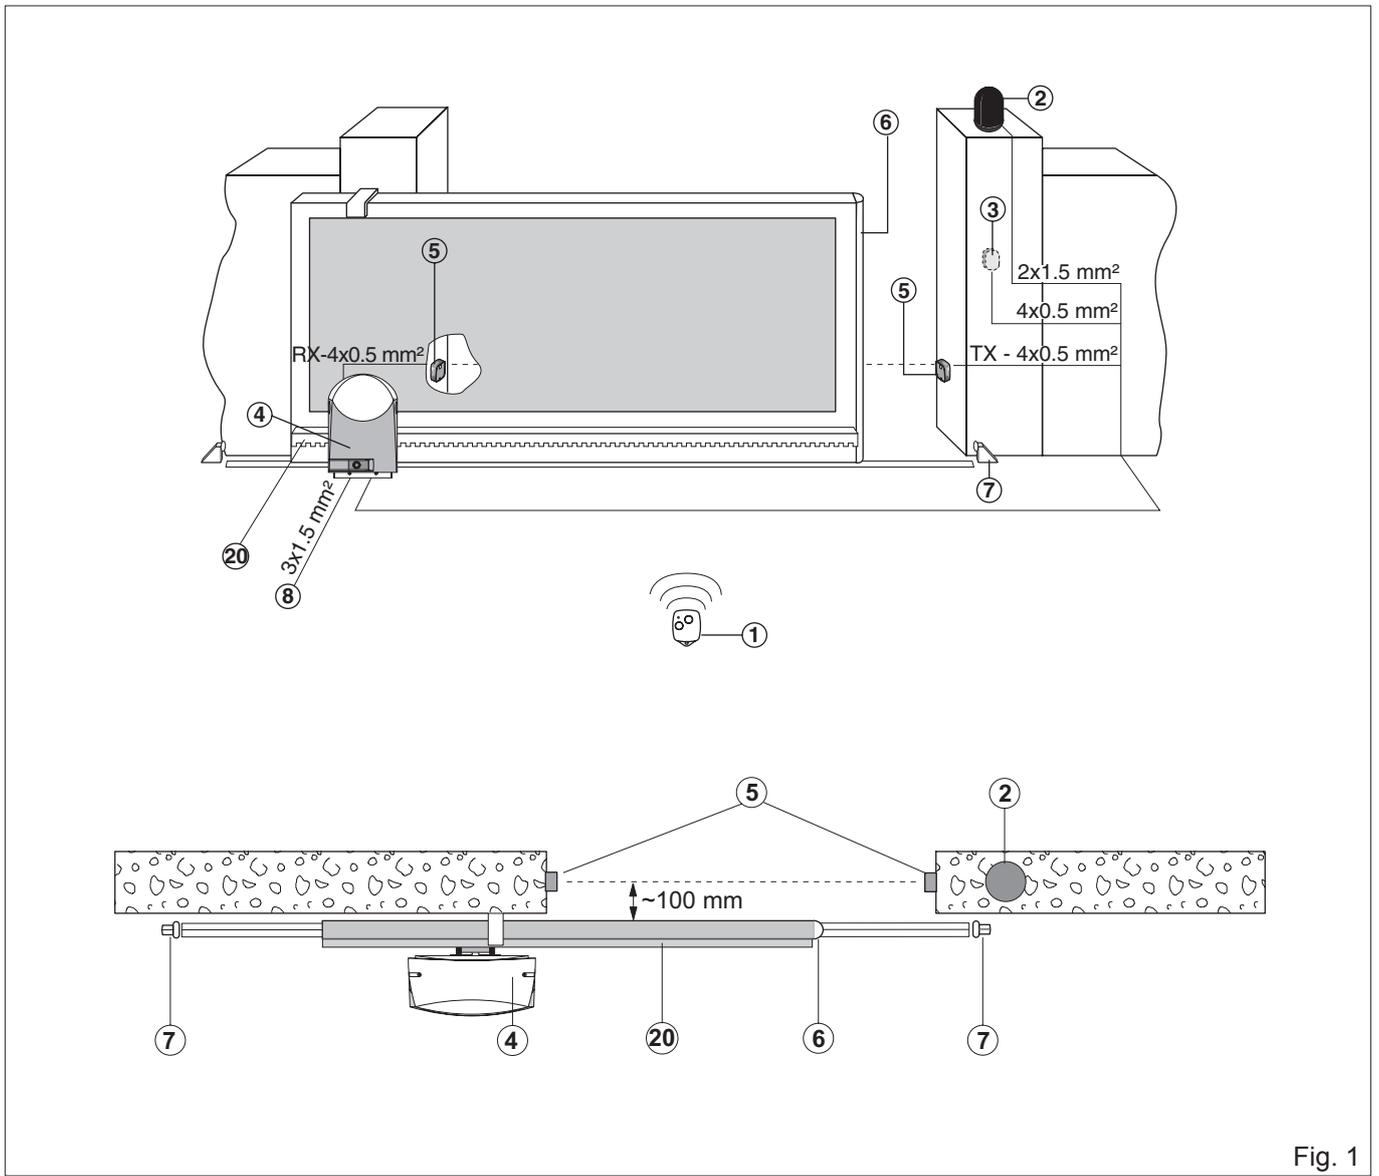

Fig. 1
2.1 Verweis Standard Montage (Abb. 1)